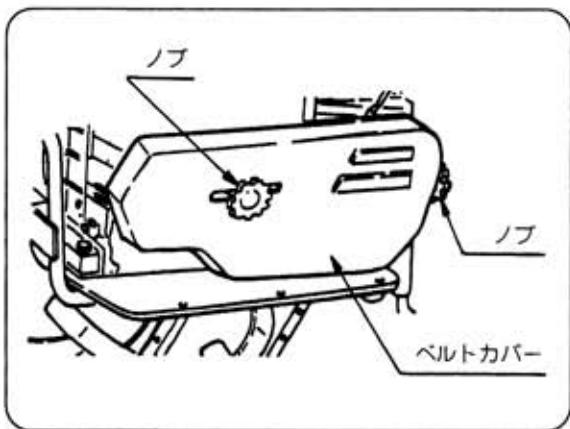

図33
- ベルトカバーのノブを緩め、ベルトカバーを取り外します。(図33)
- ベルトカバーを取り付けてノブを確実に締付けてください。(図33)